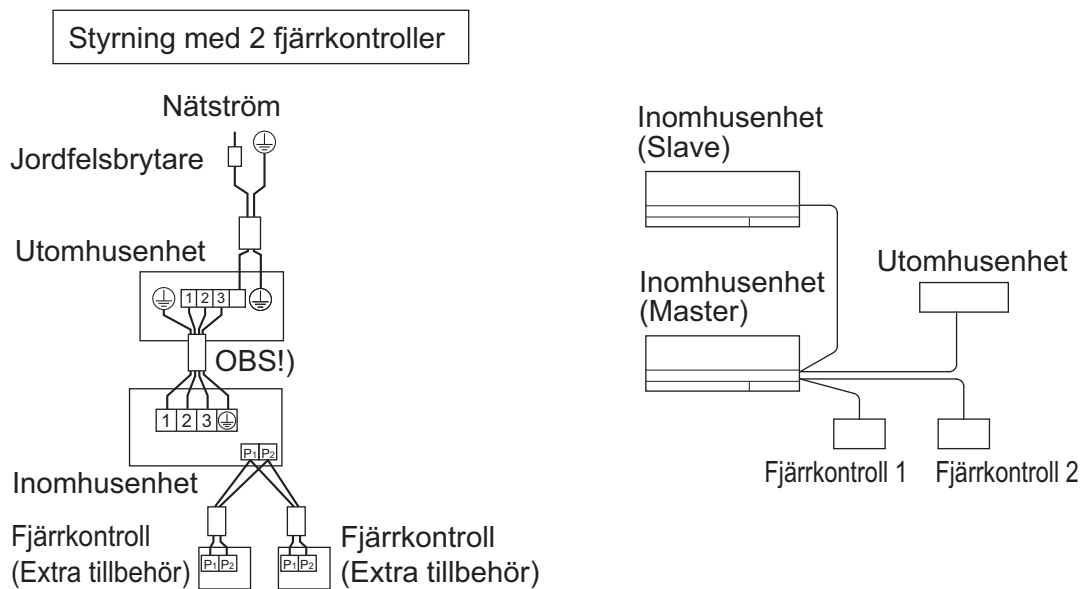

Bild 29
- Lägg korskoppling mellan terminalerna (P1, P2) i kontrollboxen för fjärrkontrollen. (Ingen polaritet.) **(Se bild 29)**